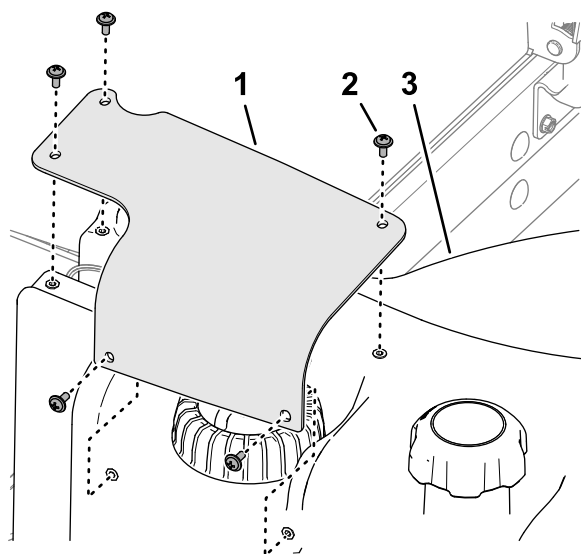

**Figura 125**
6. Collegate il connettore del cablaggio del trasmettitore di livello carburante al connettore del cablaggio preassemblato della macchina (Figura 125).